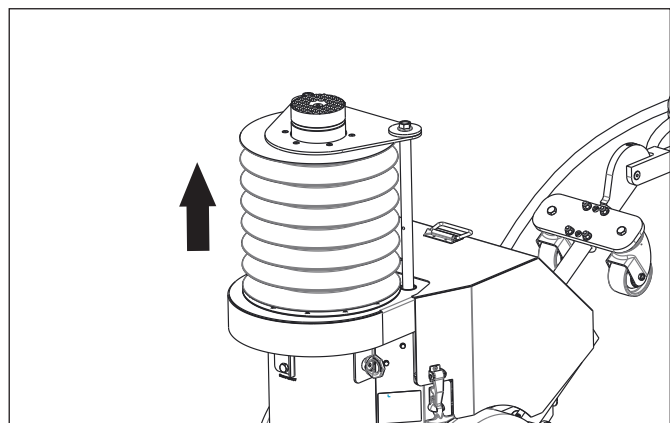

Figura 17, Extensión completa del cilindro
- a. Pulse y mantenga apretado el botón SUBIR de la botonera para hacer subir el cilindro. Siga manteniendo el botón apretado hasta que el cilindro esté completamente extendido y el motor de aire del gato deje de funcionar. Véase figura 17.
- f. Compruebe el manómetro de aire en el filtro/lubricador del gato. Verifique si indica cero (0) psi/bar.